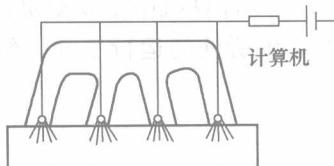

图 1-7 同时喷射系统
1) 同时喷射系统(图 1-7)。是指发动机在运行期间，各缸喷油器同时开启，同时关闭。通常将一次燃烧所需要的汽油量按发动机每工作循环分两次进行喷射，即曲轴转一圈，喷油器喷射一次燃油。所有喷油器受同一个喷油信号控制打开或关闭。富康 988 等车型就使用该喷射系统。